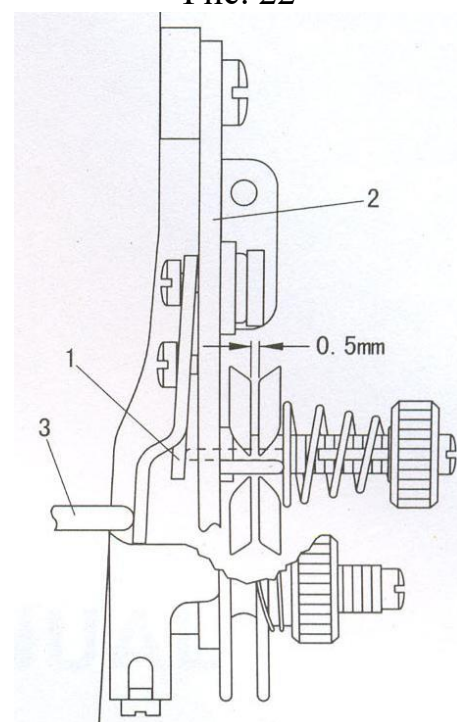

Рис. 23
23. Ослабление натяжения игольной нити (Рис. 23)